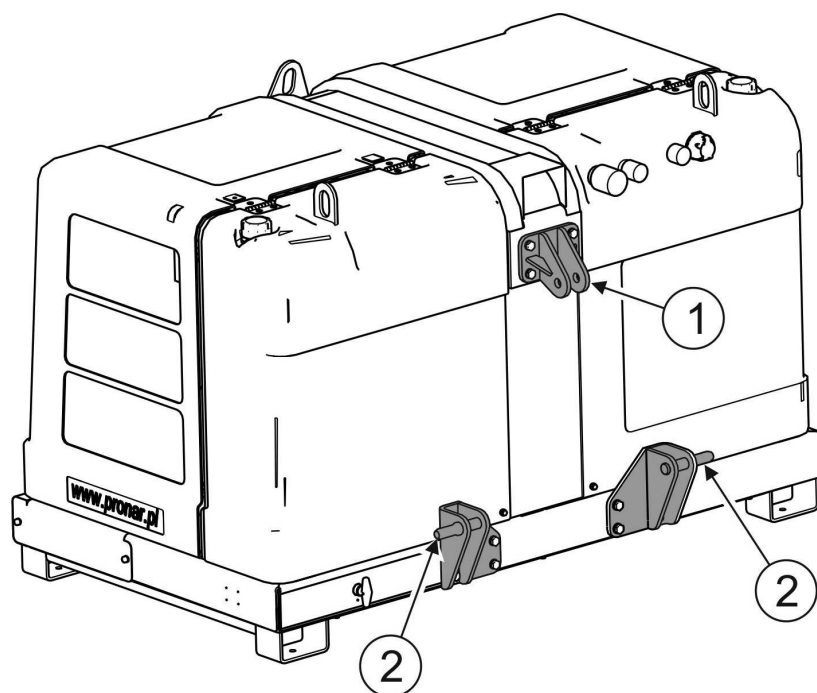

РИСУНОК 3.2 Система навески
(1)- верхняя точка крепления центрального сцепного устройства трехточечной системы навески TUZ; (2)- шкворень нижних тяг трехточечной системы навески.
Агрегат имеет раму (6) и захваты на верхней части корпуса, которые позволяют его переносить при помощи подъемного крана или вилчатого погрузчика. Сзади имеются крепления (8), отвечающие трехточечной системе навески категории II. Система навески (РИСУНОК 3.2) гидравлического агрегата позволяет соединять агрегат с трехточечной системой навески трактора.